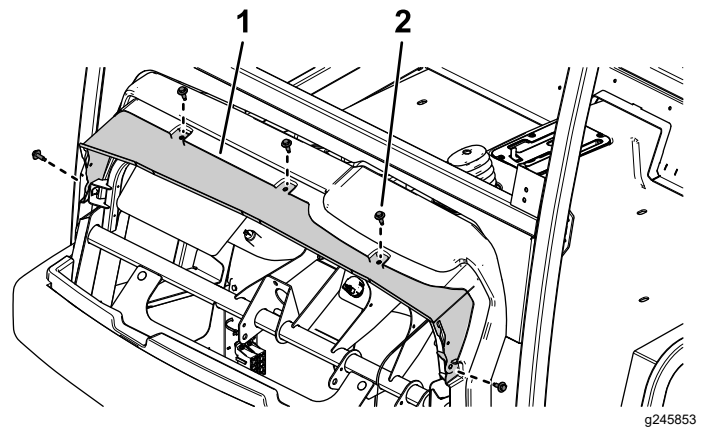

Figura 40
2. Deslize a calha de água entre o painel da máquina e a subestrutura e prenda a calha de água utilizando os cinco parafusos de cabeça de anilha sextavada anteriormente retirados (Figura 40).